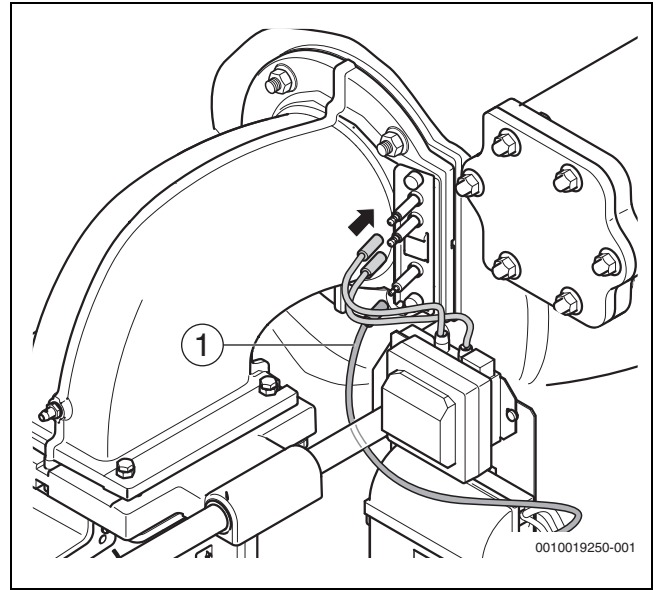

Bild 52 Steckverbindung am Elektrodenblock
- ▶ Alle elektrischen Verbindungsleitungen an der Gasarmatur, am Gebläse und die Steckverbindungen am Elektrodenblock aufstecken. Dabei Ionisationskabel [1] wie in Bild 52 dargestellt verlegen (unterhalb der Führungsstange).